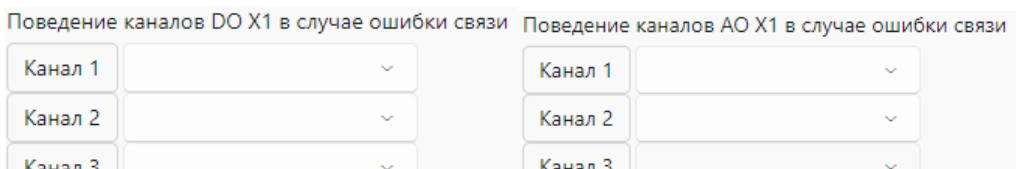

Рисунок 9.5.9 – Настройка безопасное состояние выходных каналов
- **Безопасное состояние выходных каналов при ошибке связи** (см. рисунок 9.5.9).